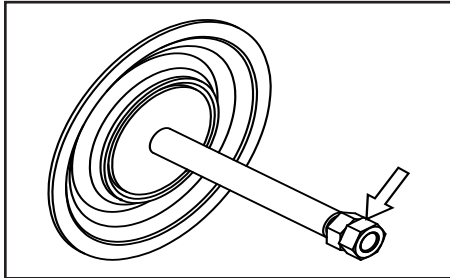

Figure 21
- Otez les écrous du côté opposé en utilisant le deuxième écrou comme un contre-écrou. (voir figure 21).